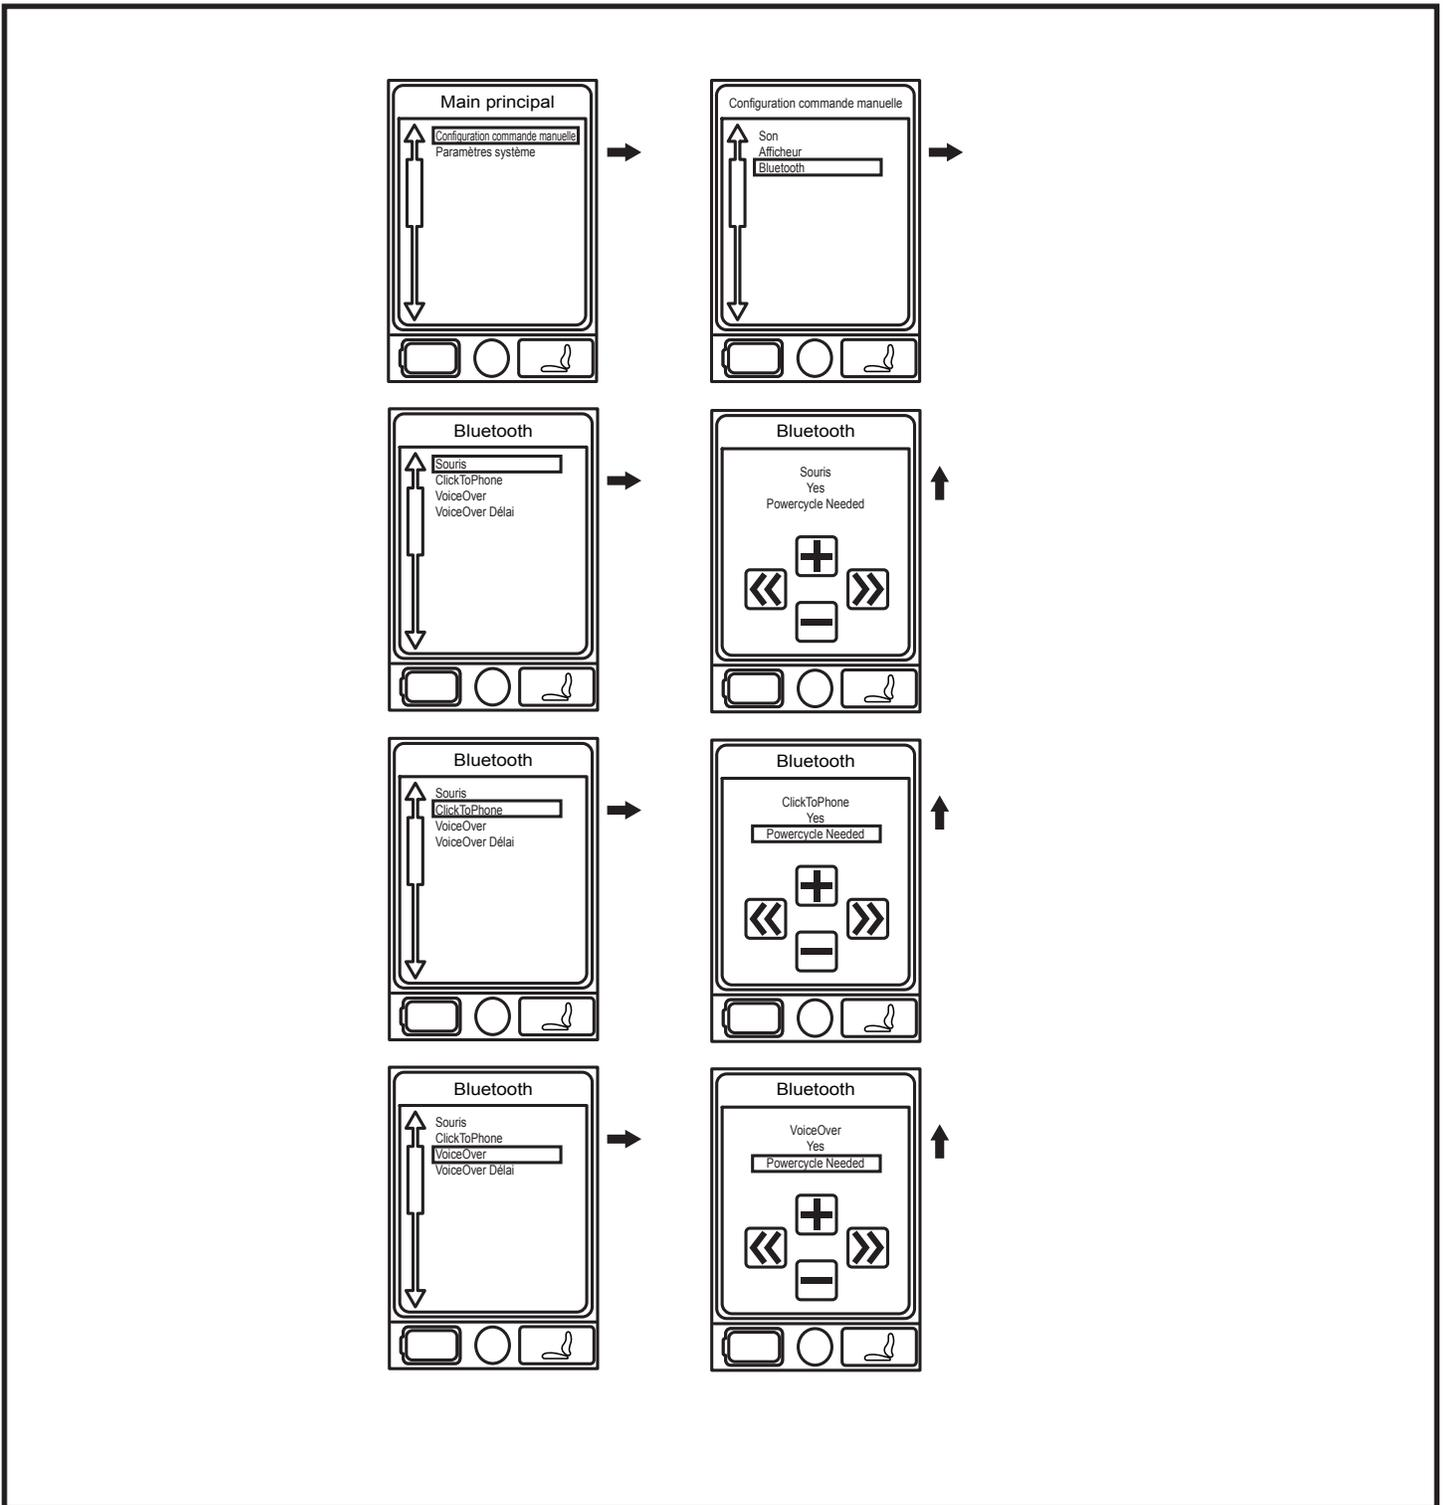

Figure 6A. Menu Bluetooth
2. Appuyer sur le bouton Menu pour accéder au Main Menu (Menu principal). **Voir la figure 6A.**
3. Utiliser la manette de commande pour mettre en surbrillance l'option Hand Control Settings (Paramètres de commande manuelle), puis pousser la manette vers la droite pour sélectionner cette fonction. **Voir la figure 6A.**
6. Pousser la manette de commande vers l'avant pour activer l'écran Bluetooth. **Voir la figure 6A.**